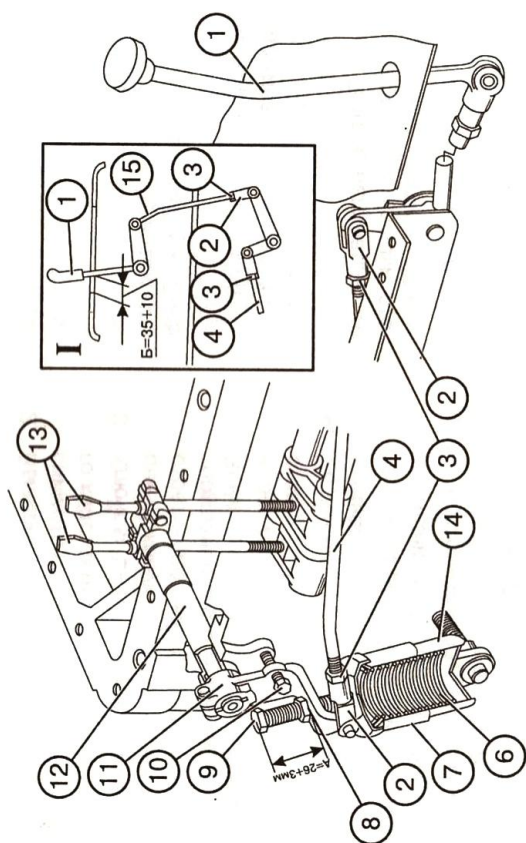
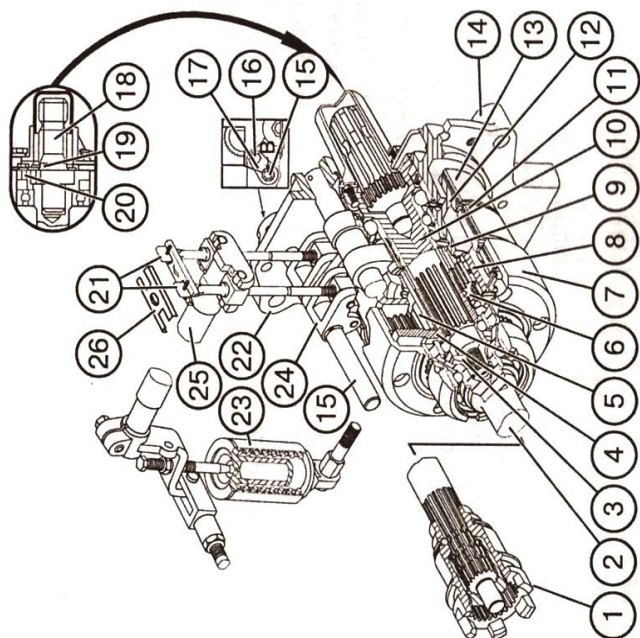

Рис. 55 Управление задним ВОМ:
Рис. 56 Планетарный редуктор заднего ВМ:
1. Установите эксцентриковую ось 15 (рис. 56) в исходное положение, чтобы лыска "В" находилась справа вертикально и зафиксируйте стопорной пластиной 17 и болтом 16;
2. Отсоедините тягу 4 (рис. 55);
6. Снимите стопорную пластину 26 (рис. 56), заверните винты 21 до отказа усилием 10 кгс на ключе или плоскогубцах длиной 100 мм (моментом 1 кгс-м), а затем отверните каждый винт на 2-2,5 оборота;
7. Удалите болт (стержень) 10 (рис. 55), удерживающий рычаг 11 в исходном для регулировки положении;
10. Установите тягу 4, регулировкой тяг 4 и 15 установите зону качания рычага 1 в средней части прорези пульта управления. После окончания регулировки установите на место стопорную пластину 26, крышку люка заднего моста, законтрите тяги 4 и 15 (рис. 55), а также болт 9. В эксплуатации, если:
1. Установите рычаг 11 (рис. 55) в нейтраль, зафиксируйте в этом положении, введя стержень 10 диаметром 8 мм или болт М10Х60 в отверстие на рычаге 11 и соответствующее ему отверстие на корпусе заднего моста;
2. Выверните болт 16 (рис. 56), снимите пластину 17 со шлицевого хвостовика на оси 15;
5. Выньте из рычага 11 (рис. 55) стопорящий болт или стержень. После нескольких наружных регулировок эксцентриковая ось 15 (рис. 56) может занять крайнее левое положение (лыска "В" станет вертикально слева), что указывает на израсходование запаса внешней регулировки. В этом случае эксцентриковую ось поворотом против часовой стрелки установите в исходное положение (лыска справа вертикально), после чего выполните регулировочные операции, как описано выше (при сборке на заводе или после ремонта ВОМ). При правильно выполненной регулировке рычаг 1 (рис. 55) в положении "включено" или "выключено" должен не доходить не менее, чем 30 мм до края прорези пульта управления и четко переходить через нейтральное положение.
На некоторых партиях тракторов возможно отсутствие механизма внешней подрегулировки управления ВОМ (поз. 15, 16, 17 рис. 56).